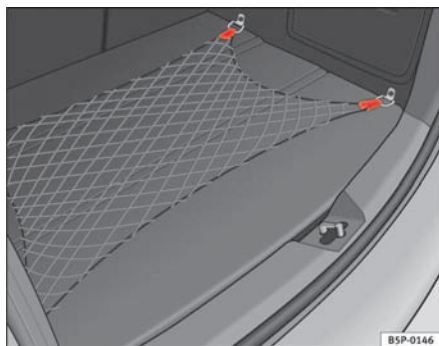

Abb. 105 Gepäckraumnetz
- Verwenden Sie zur Befestigung des Gepäckraumnetzes die seitlichen Befestigungsringe im Gepäckraum ⇒ Abb. 105.